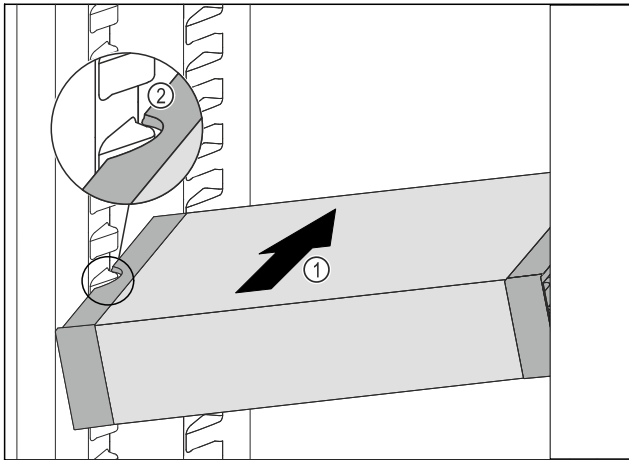

Fig. 31
- ▶ Вдвигайте VarioSafe под наклоном в холодильное отделение Fig. 31 (1), пока боковые выемки Fig. 31 (2) VarioSafe не окажутся на высоте выступа резервуара в холодильном отделении.